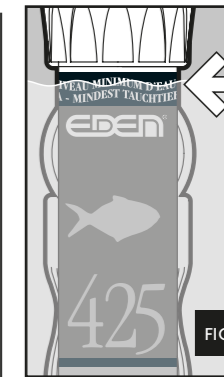

FIG. 1
- ◆ The heater must be submersed to at least the "MINIMUM WATER LEVEL" indication (fig. 1).
To obtain the best distribution of heat in the tank, place the heater inside the aquarium so that the water can circulate freely around the glass tube, with the heating element part at the bottom of the aquarium. Otherwise the thermostat cannot work correctly. The heater is fully submersible and for correct functioning it must be submersed at least till the "MINIMUM WATER LEVEL" mark (fig. 1).
- ◆ Le chauffage doit être immergé au minimum jusqu'à l'indication "NIVEAU MINIMUM DE L'EAU" (fig. 1).
- Le chauffe-eau est complètement submersible et pour fonctionner correctement il doit être immergé au moins jusqu'au repère "NIVEAU MINIMUM DE L'EAU" (fig. 1).
- ♦ **De staafverwarming moet minimal tot het streep "MINIMUM WATER LEVEL" (afb. 1) onder water zitten.**
- Voor een ideale verdeling van de warmte is de staafverwarming op een plek te zetten, met een zo goed als mogelijk watercirculatie. Het moet verticaal het verwarmingselement richting aquarium bodem worden vast gezet. De staafverwarming kan volledig worden ondergedompeld maar moet minimal tot het streep "MINIMUM WATER LEVEL" (afb. 1) onder water zitten.
- ♦ **El termocalentador se sumergirá como mínimo hasta la indicación "NIVEL MÍNIMO DE AGUA" (fig. 1).**
El termocalentador es completamente sumergible, y para que funcione correctamente se debe sumergir al menos hasta la marca "NIVEL MÍNIMO DE AGUA" (fig. 1)